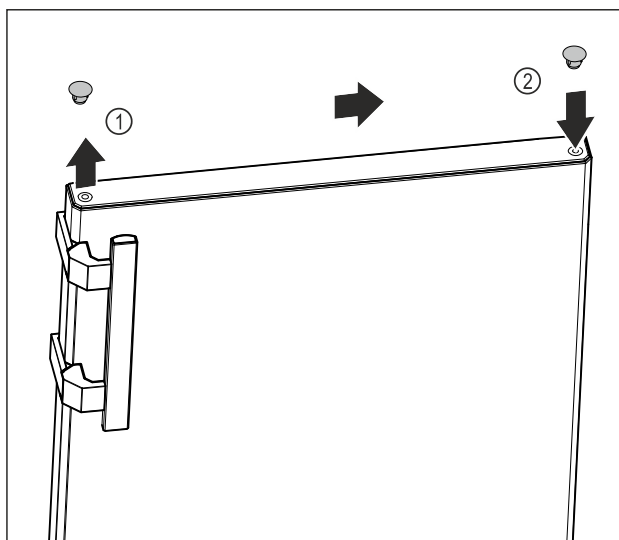

Fig. 9
- ▶ Pomocí plochého šroubováku opatrně zvedněte krycí zátku na horní straně dvířek Fig. 9 (1).
- ▶ Zasuňte krycí zátku na opačné straně. Fig. 9 (2)